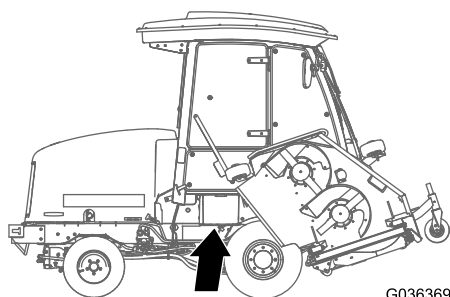

Figura 83
1. Abra a cobertura da bateria no lado do resguardo (Figura 83).
Nota: Pressione a superfície plana por cima da cobertura da bateria para facilitar a remoção da cobertura (Figura 83).